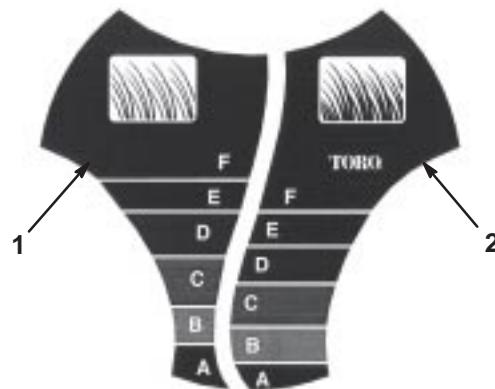

Bild 12
Das SmartWheel™ weist zwei Schnitthöhenkalen auf: *Dünn/Normal* und *Satt*—damit Sie bei jedem Rasenzustand immer das beste Ergebnis erzielen (Bild 12). Benutzen Sie die *Dünn/Normal*-Skala während der warmen Sommersaison für den Großteil Ihres Mähbedarfs. Die *Satt*-Skala dient ausschließlich starkem, nassem und sattem Graswuchs, den Sie am häufigsten im Frühjahr antreffen.
2. Bewegen Sie den Rasenmäher aufs Gras; Schieben Sie den Rasenmäher nicht mehr weiter, wenn das *SmartWheel*-Motiv an einem der Hinterräder aufrecht steht (Bild 12).